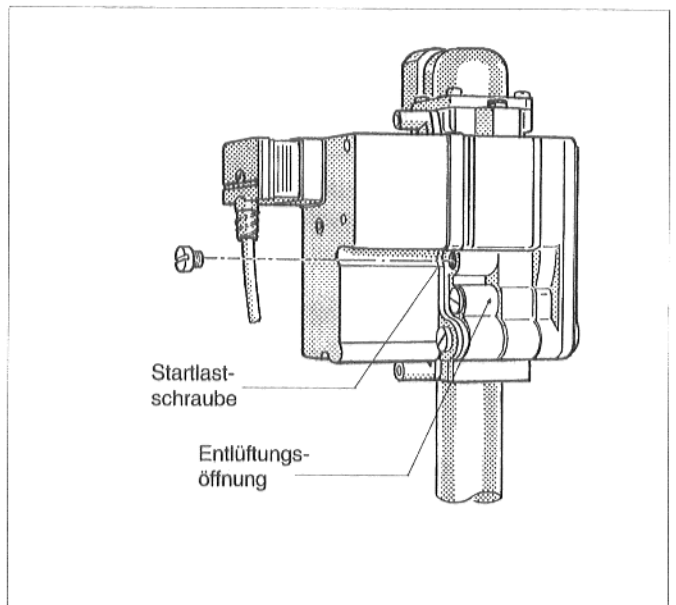

Abb. 42: Gasbrennerarmatur "BM" 762-012
- Bei "BM" 762-012: Schutzschraube über der Startlastschraube entfernen (Abb. 42).